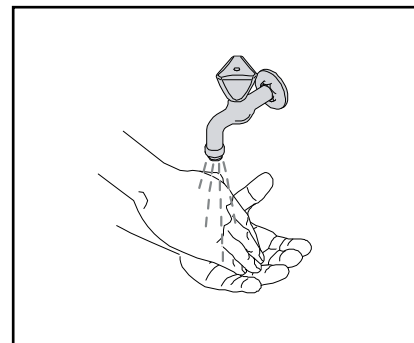

Bild 3
1. Tvätta händerna innan du tar i en produktförpackning (bild 3).